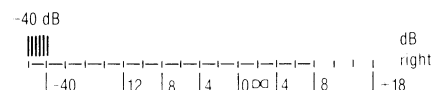

Fig. 16
5. Zu diesem Zeitpunkt prüfen, ob der -40 dB Anzeiger abgeschwächt leuchtet (mittelhell, zwischen ganz hell und erlischt: Siehe Fig. 16).